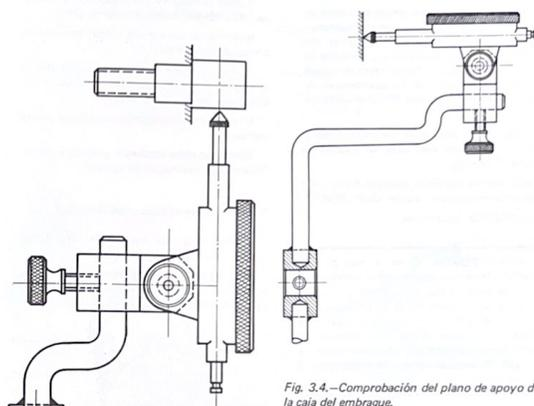

Fig. 3.4.—Comprobación del plano de apoyo de la caja del embrague.
3.1.2. COMPROBACION DEL PLANO DE APOYO DE LA CAJA DEL EMBRAGUE (FIG. 3.4)